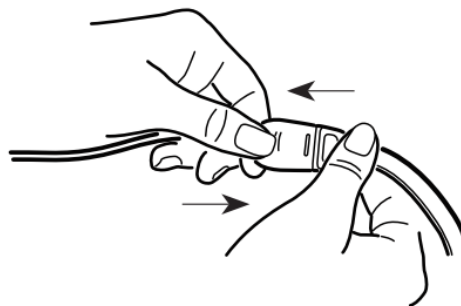

Fig. 15-13 Conexión sensor NEO/PT.
2. Consulte la Fig. 15-13. Inserte la lengüeta del sensor en el cable del paciente hasta que oiga o sienta el clic de la conexión. Tire suavemente de los conectores para asegurar un contacto positivo. Se puede usar cinta para fijar el cable al paciente y así facilitar el movimiento.
2. Consulte la Fig. 15-13 anterior. Inserte la lengüeta del sensor en el cable del paciente hasta que oiga o sienta el clic de la conexión. Tire suavemente de los conectores para asegurar un contacto positivo. Se puede usar cinta para fijar el cable al paciente y así facilitarle el movimiento.